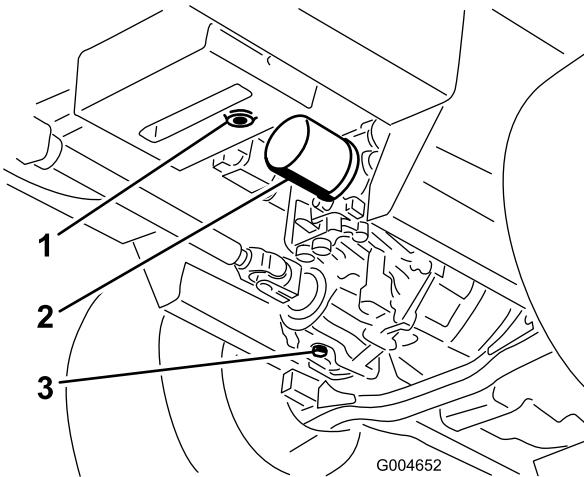

Figura 67
3. Coloque un recipiente grande debajo del depósito de aceite hidráulico y el alojamiento de la transmisión y retire los tapones; deje que se vacíe todo el aceite hidráulico (Figura 67).
4. Limpie la zona alrededor del filtro de aceite hidráulico y retire el filtro (Figura 67).